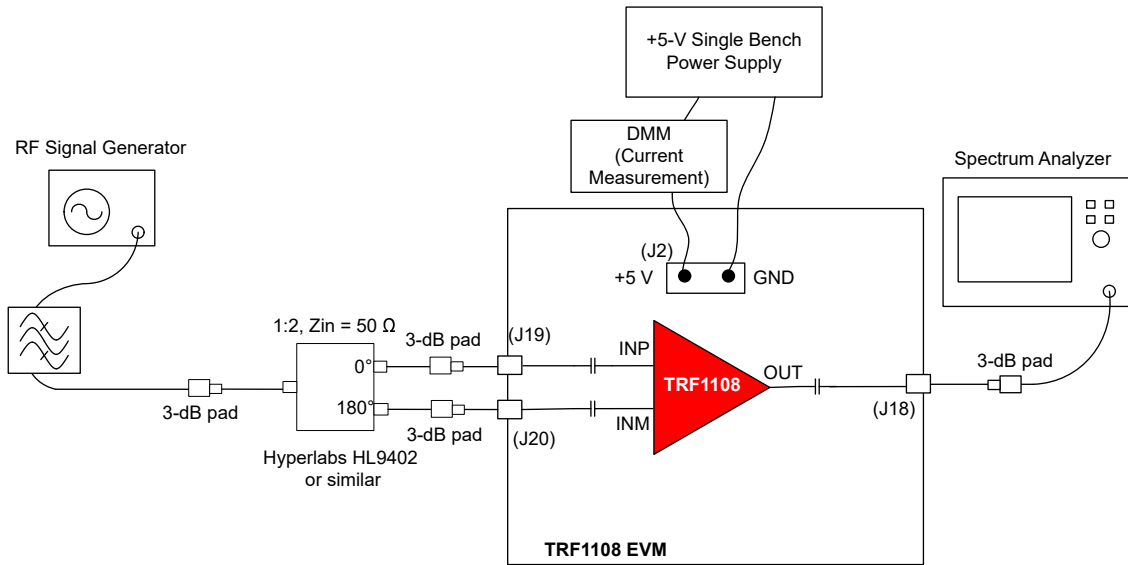

图 2-1. 增益和输出 P1dB 的单音设置
- J19 和 J20 SMA 连接器处的 EVM 输入为全差分（或 180° 异相）输入。必须使用外部无源平衡-非平衡变压器将来自射频信号发生器的单端信号转换为差分信号，并连接到输入 SMA 连接器 J19、J20，如图 2-1 所示。测量单音失真时，请使用射频带通滤波器，如图 2-1 所示。